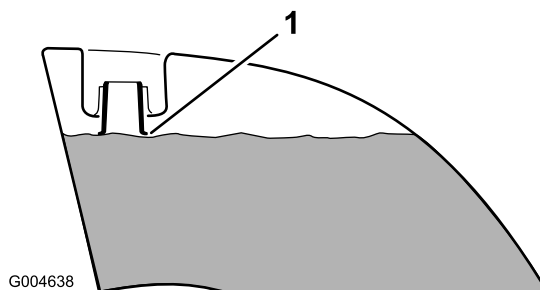

Figura 12
4. Añada combustible a ambos depósitos hasta que el nivel llegue al extremo inferior del cuello de llenado (Figura 12). No llene demasiado los depósitos.